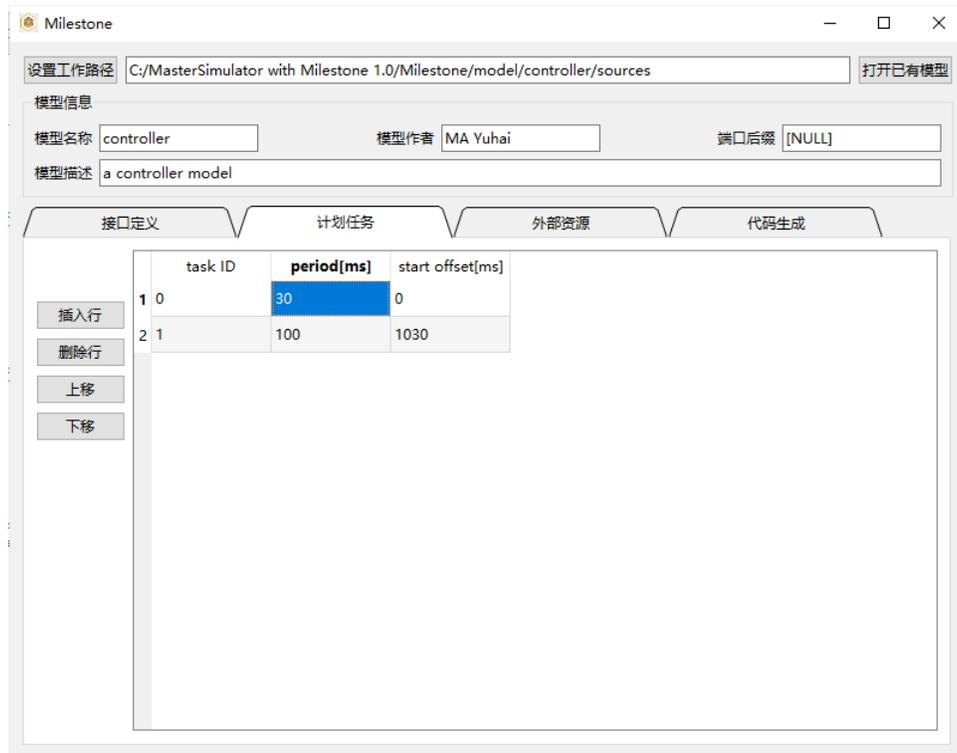

图 4.6: 定义计划任务
- 点击上方标签页，切换至“计划任务”，如图 4.6。其中 `task ID` 为可选的录入区域，系统会自动从零开始编号；按照表头键入任务的定时周期和启动偏移时间；左侧的编辑按钮可对已经录入的行进行整体编辑。